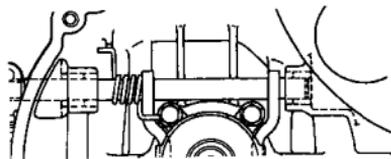

图 10-11
(1) 衬套内应涂润滑脂。
(2) 应将衬套沿着壳体的配合接触面均匀平整地装入(图 10-11)。